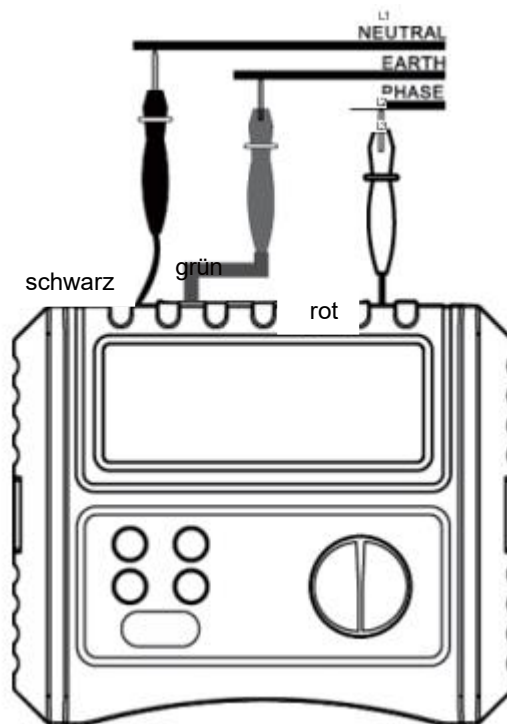

Abbildung 6
## XI. Erkennung der Phasenfolge (siehe Abbildung 6)
- (1) Drehen Sie den Drehschalter in die Position „Phasenfolge“.
- (2) Stecken Sie die drei Stecker der Prüflleitungen in die entsprechenden Eingangsbuchsen des Testers (Rot zu Rot, Grün zu Grün, Schwarz zu Schwarz).
- (3) Schließen Sie die drei Prüflleitungen dann an das dreiphasige Wechselstromsystem an (Schwarz an L1, Grün an L2, Rot an L3; siehe Abbildung 6 für Einzelheiten). Danach zeigt der Tester die Phasenfolge sowie das Ergebnis einer möglichen Unterbrechung auf dem LCD an.
- (1) Den Drehschalter in die Stellung „NO-TRIP“ drehen.
- (2) Drei Stecker des Einsteckprüfkabels oder drei separate Prüfleitungen in die drei Eingänge des Testers einführen (Rot an Rot, Grün an Grün, Schwarz an Schwarz). (Siehe Abbildung 6, 7, 8)
- (3) Den Stecker in eine 220V-Haushaltssteckdose einstecken oder die Prüfspitzen mit den zu testenden Leitungen verbinden.
- (4) Die TEST-Taste drücken, um die Messung zu starten.